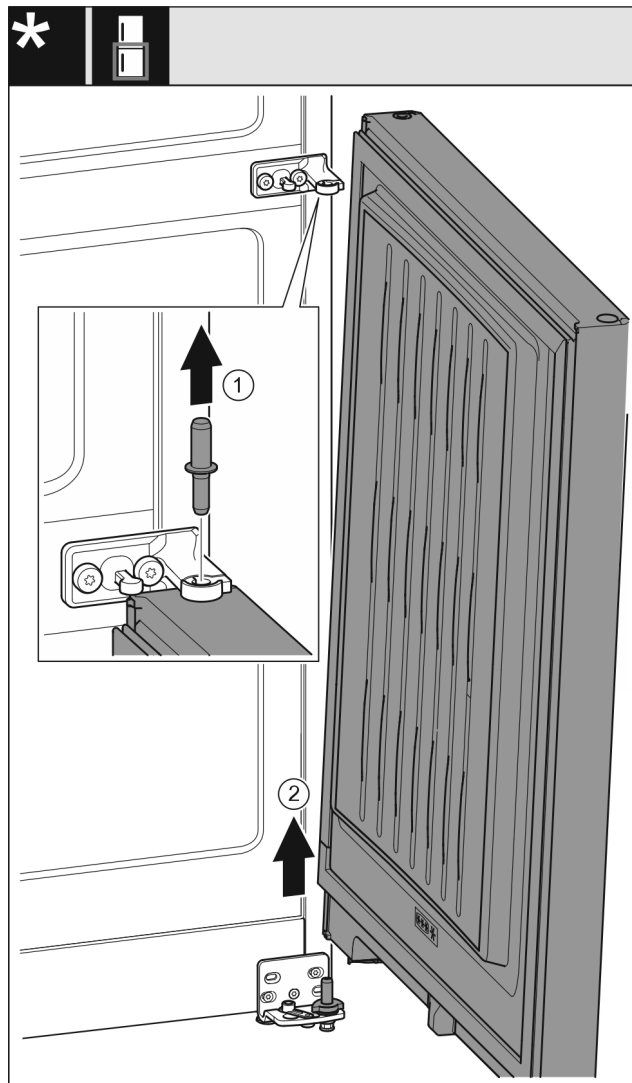

Fig. 10 Bez tlumiče zavírání
- ▶ Čep Fig. 10 (1) vytáhněte nahoru.
- ▶ Dveře Fig. 10 (2) kýváním vysadíte a odložte stranou.